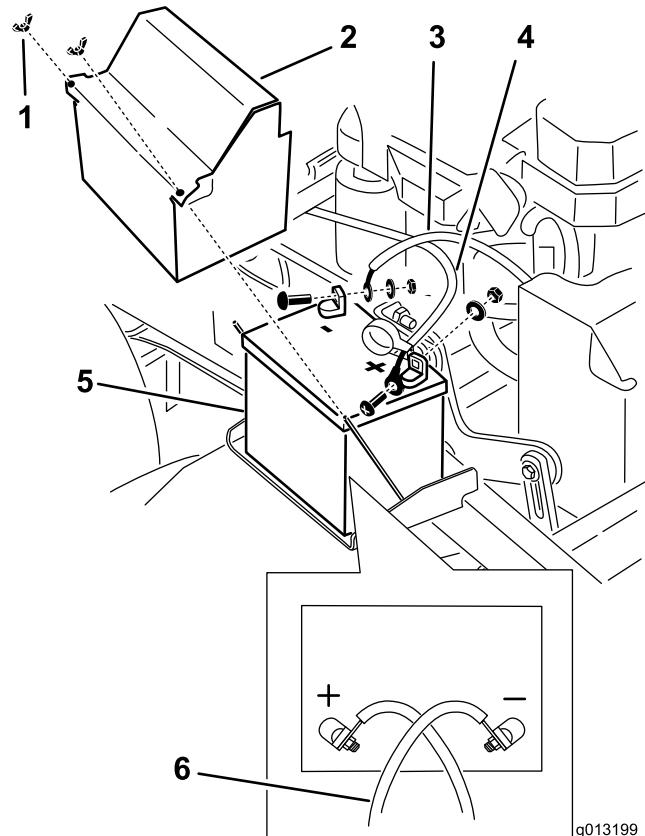

図 52
3. バッテリーのマイナス端子からマイナスバッテリーケーブルを外す図 52。
5. 赤いプラス+ケーブルを取り外す図 52。
6. バッテリー押さえプレートを外してバッテリーを取り出す図 52。
1. バッテリーを車体に載せる図 52。
3. プラスケーブル赤を、バッテリーのプラス+端子にはめ、ボルト、ワッシャにナットを締め付けて固定する図 52。
5. マイナスケーブルとアース線を、バッテリーのマイナス-端子にはめ、ボルト、ワッシャにナットを締め付けて固定する図 52。
注 バッテリーケーブルが互いに交差するのが正しい配線です図 52。